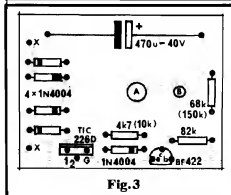

Fig. 3
- FIG. 3 - "CHAPEADO" DA MONTAGEM - A figura mostra a placa, agora pelo seu lado "sem cobre", com as peças todas posicionadas. É muito importante (pela rigidez dos parâmetros mecânicos envolvidos) que os componentes fiquem - todos - bem rentes à superfície do fenolite, com uma única exceção: o TRIAC. Este deverá ser soldado mantendo suas "pernas" com uma certa "folga" sobre a placa, que permita, depois, um leve "entortamento" na posição (originalmente vertical) da peça. Esse "entortamento" será necessário para a acomodação da placa na traseira do interruptor, conforme veremos na próxima figura... Atenção aos "tradicionais" componentes polarizados, cujas posições relativas não podem, sob nenhuma hipótese, serem invertidas, sob pena de dano irreversível ao circuito/componente: